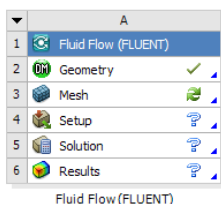

Рис. 14 - Состояние проекта при возвращении в окно *Workbench*
**Шаг 9.** После окончания построения модели можно закрыть Design Modeler и вернуться в *Workbench*. При этом сохранение модели будет выполнено автоматически и в строке геометрической модели (*Geometry*) появится зелёная галочка, означающая завершённое состояние элемента (рис. 14). При этом в строке сетки (*Mesh*) отображаются знак  , что означает, что входная информация данного блока изменилась и требуется обновление. Чтобы открыть сеткогенератор, достаточно дважды щёлкнуть левой кнопкой мыши по данному пункту. При этом произойдет автоматическая загрузка в сеткогенератор рассматриваемой геометрической модели.